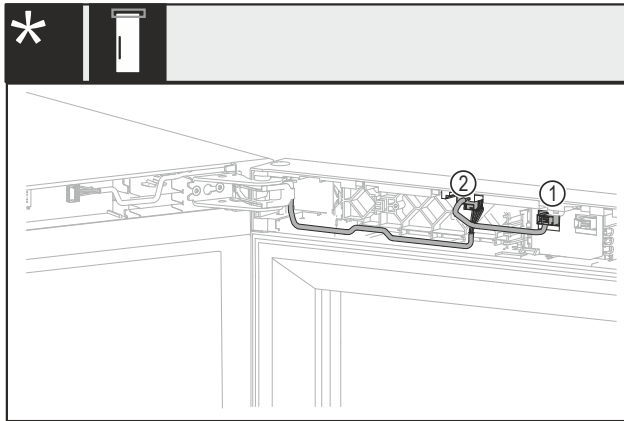

Fig. 18 Ilman lukkoa tai mekaanisella lukolla*
- Vedä liitin Fig. 18 (1) ulos.*
- Vedä liitin Fig. 18 (2) ulos.*